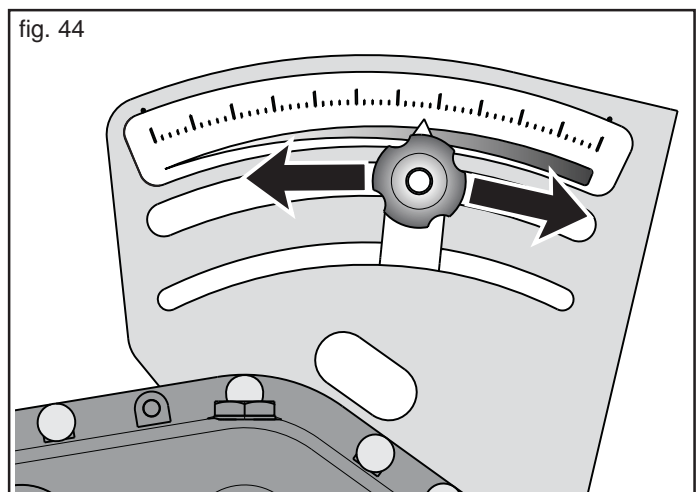

fig. 44
- 7) ... quindi portare l'indicatore graduato nella posizione desiderata (in base alla quantità di prodotto da distribuire), agendo sul pomello di regolazione (Fig. 44).